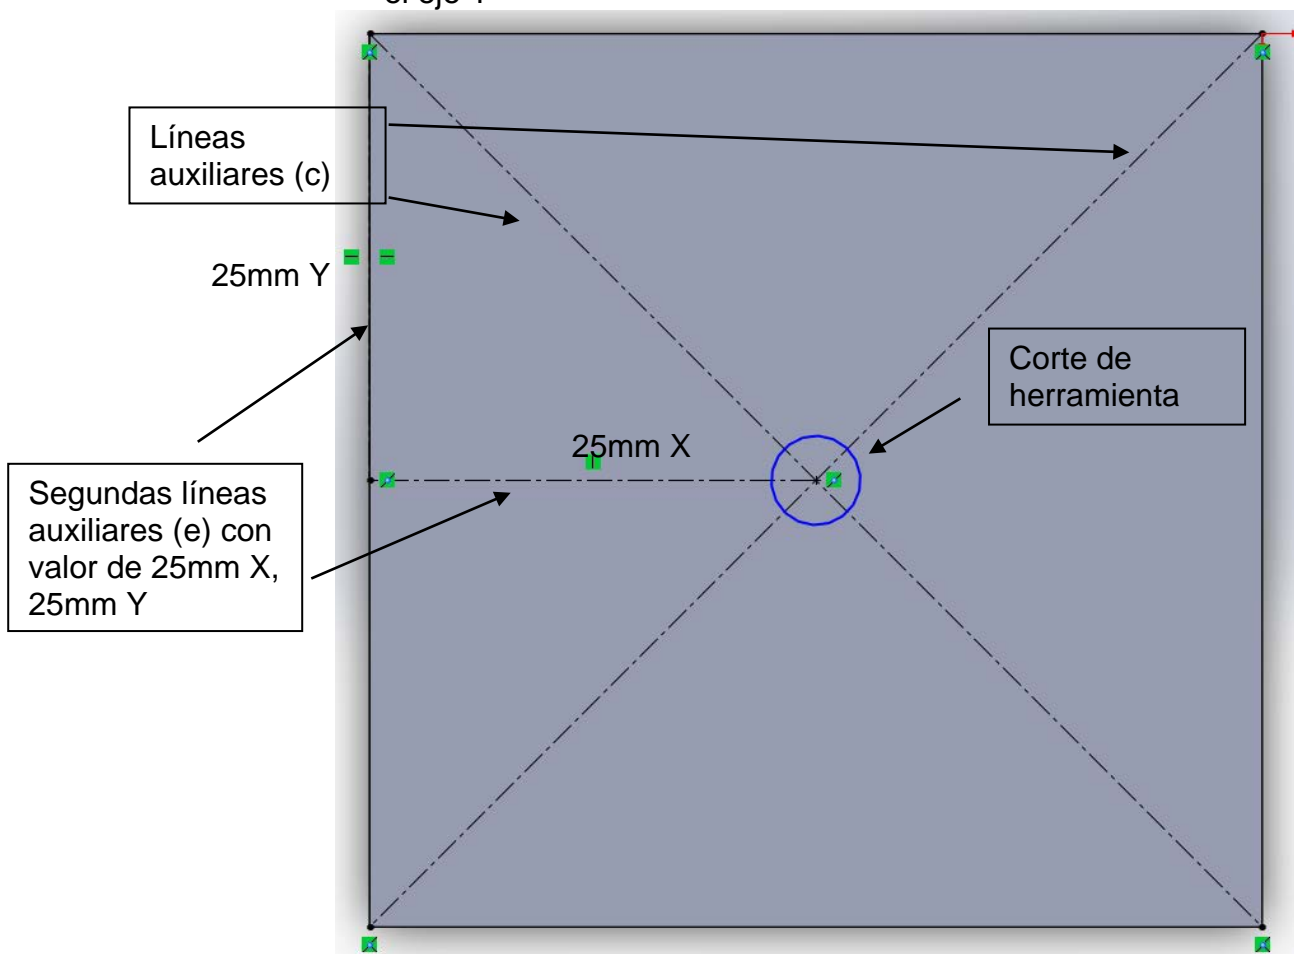

Ilustración 5.17 Líneas de ayuda
- c. Posterior se traza líneas de auxiliares de ayuda para centrar nuestro punto (ilustración 5.17)
- d. Se coloca en la intersección de las líneas auxiliares (centro de una cara del cubo) un círculo de radio 2.5mm, será de este radio ya que nuestra herramienta tiene un diámetro de 5mm (ilustración 5.17)
- e. Se Colocan dos líneas auxiliares, que son las que darán el valor con el que se tendrá que programar para poder la fresadora. (ilustración 5.17), que en este caso nos dio una distancia de 25mm en el eje X y 25mm en el eje Y